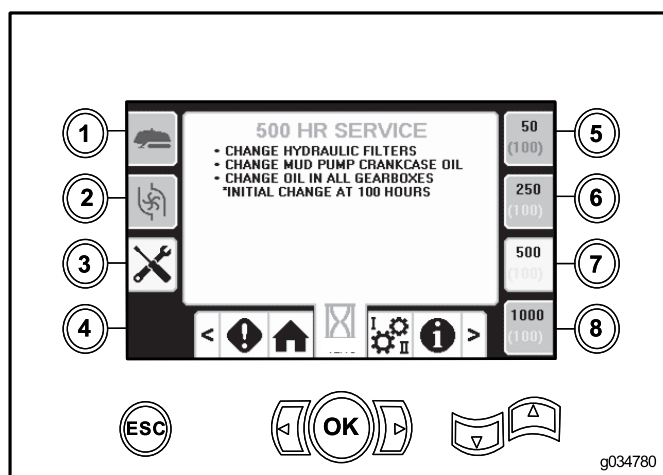

Рисунок 8
- Кнопка 7 — регламент технического обслуживания после наработки 500 часов (Рисунок 8)